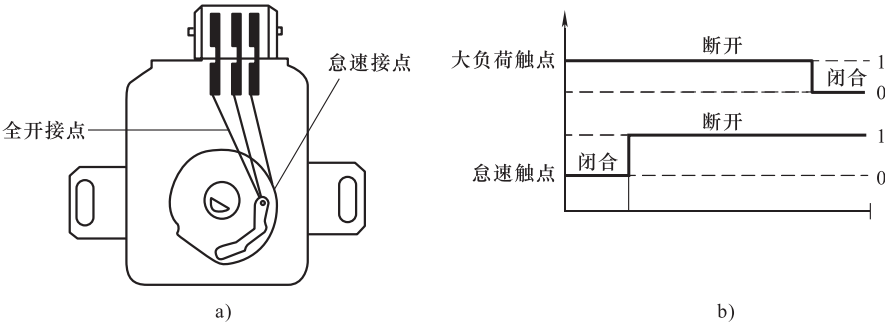

图 4-4 大负荷状态
(2) 加速 当节气门开度逐渐增大时，凸轮随节气门轴转动并将怠速触点 IDL 顶开，从而使怠速触点处于断开状态，但由于此时全开触点 PSW 也处于断开状态，因此怠速触点 IDL 端子输出高电平信号“1”，功率触点 PSW 端子也输出高电平信号“1”。ECU 接收到两个高电平信号时，便可判定发动机处于部分负荷状态，此时 ECU 再根据空气流量传感器信号和曲轴转速信号计算确定喷油量，保证发动机的经济性和排放性能。
(3) 大负荷 当节气门接近全部开启（80% 以上负荷）时，凸轮转动使全开触点 PSW 闭合，此时 PSW 端子输出一个低电平信号“0”，而 IDL 端子仍处于断开状态，从而输出一个高电平信号“1”，见图 4-4。ECU 接收到这两个信号时，便可判定发动机处于大负荷运行状态，从而控制喷油器增加喷油量，保证发动机输出足够的动力。